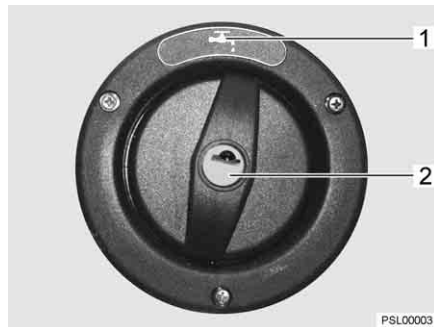

Fig. 36 Coperchio per bocchettone di riempimento dell'acqua potabile
- ▷ Il bocchettone di riempimento dell'acqua potabile è contrassegnato dal simbolo "🔑" (Fig. 36,1).
- Inserire la chiave nel cilindro della serratura (Fig. 36,2) e ruotare in senso antiorario.